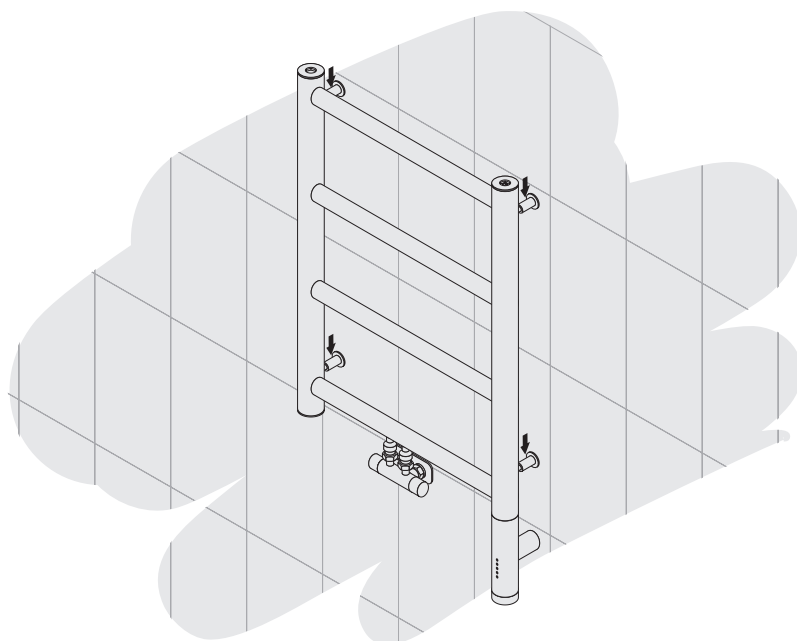

Рис.23
5.2.10. Окончательно протяните накидные гайки вентиля и зафиксируйте полотенцесушитель, используя стопорные винты кронштейнов (рис. 23).